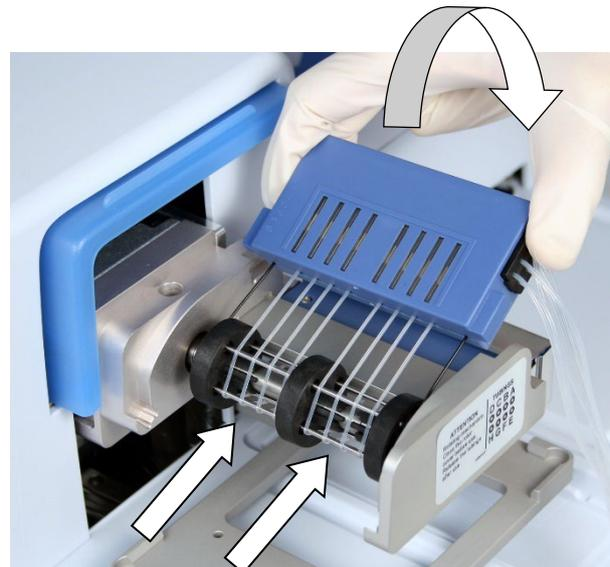

Figura 4-15. Insertar la pieza superior del casete dispensador
3. Con la mano derecha, agarre con firmeza la pieza superior y tire con cuidado de los tubos alrededor del rotor de la bomba hasta que la pieza superior encaje en las ranuras superiores del cuerpo de la bomba (Figura 4-15). Insértela en las ranuras. Sujete bien el instrumento con la otra mano.